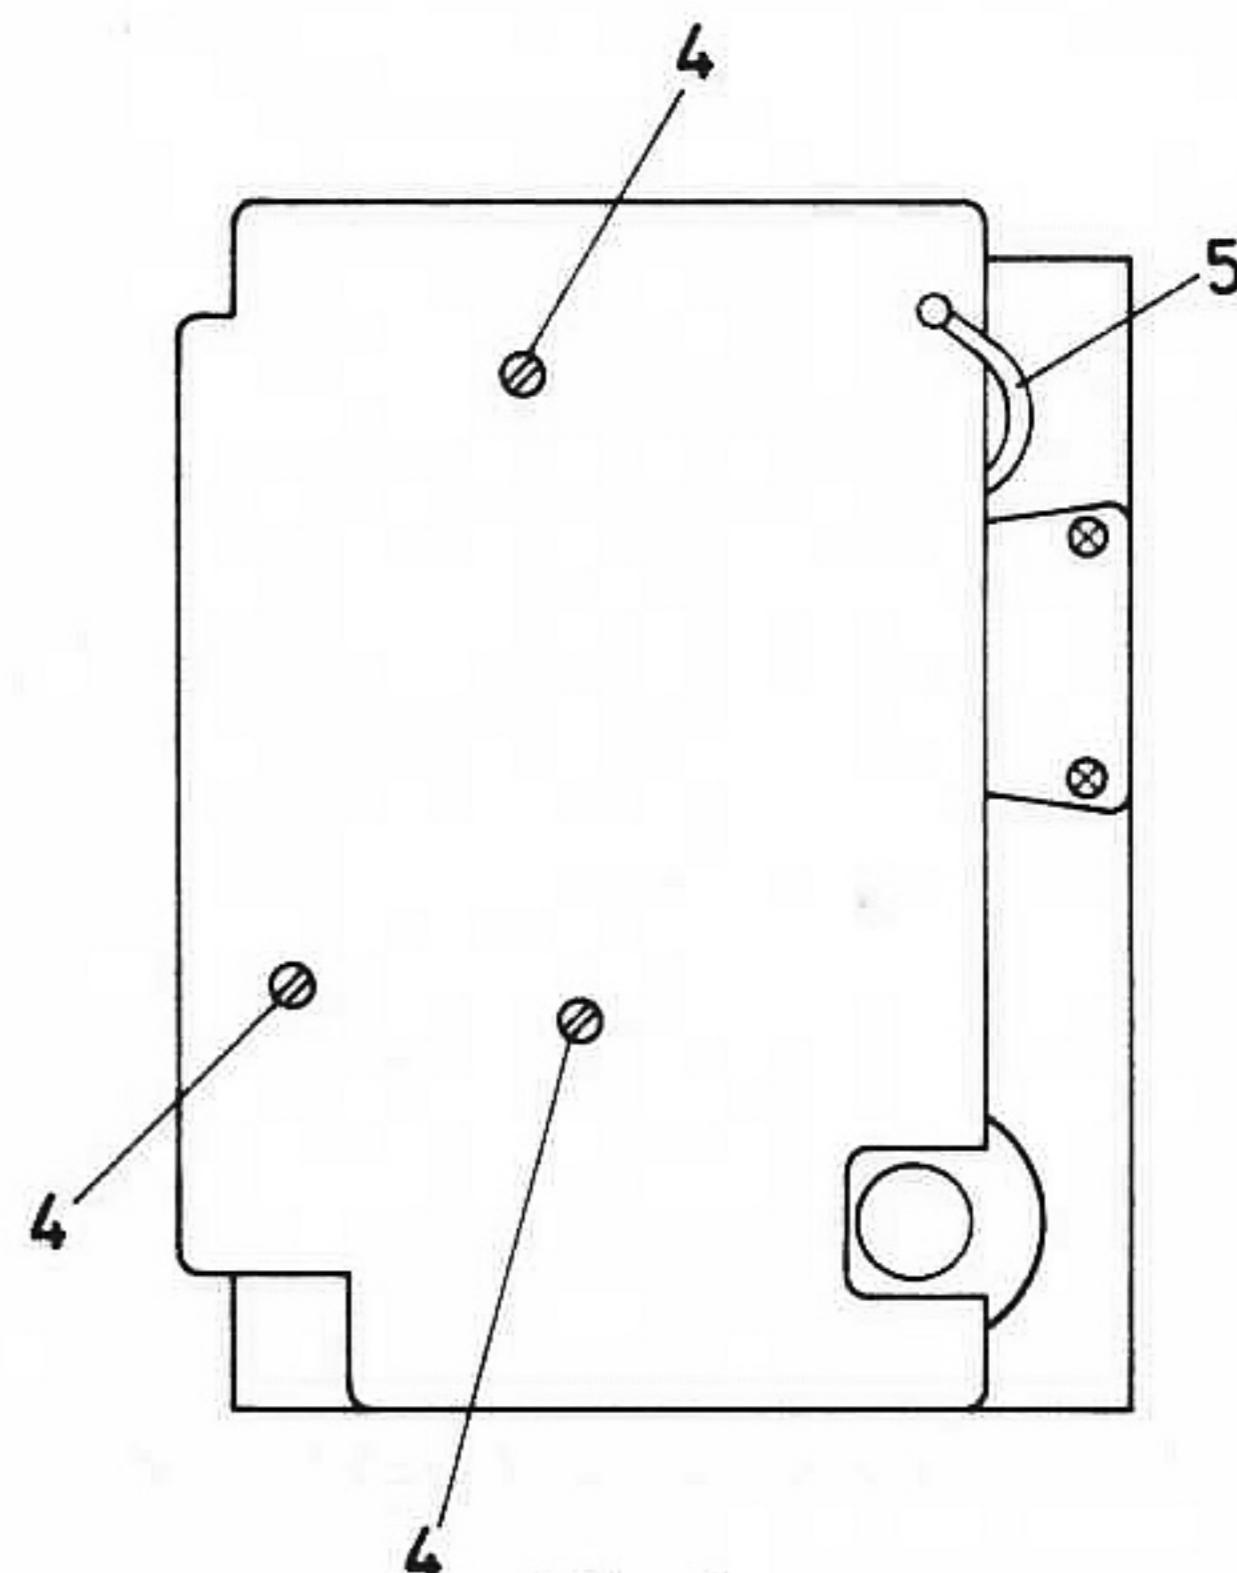

Fig. 4
7. Kretskortet på den mekaniska delen kan borttagas genom att skruva ut de tre skruvarna (4), fig. 4 och lösgöra ledningen(5).